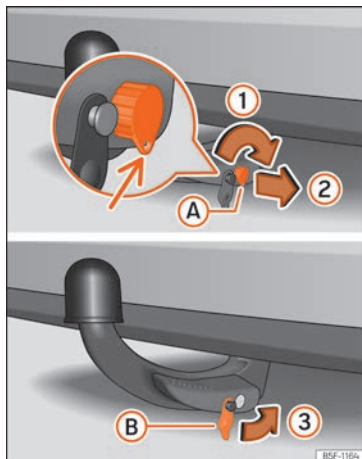

Abb. 186 Anhängerkupplung anbringen
- Drehen Sie den Schlüssel nur eine halbe Umdrehung nach rechts, bis sich das Loch des Schlüssels unten befindet »» **Abb. 186** (1).
- Ziehen Sie den Zündschlüssel ab (2).
- Setzen Sie die Abdeckung (B) auf das Schloss (3) »» **Abb. 186** »» **!**.